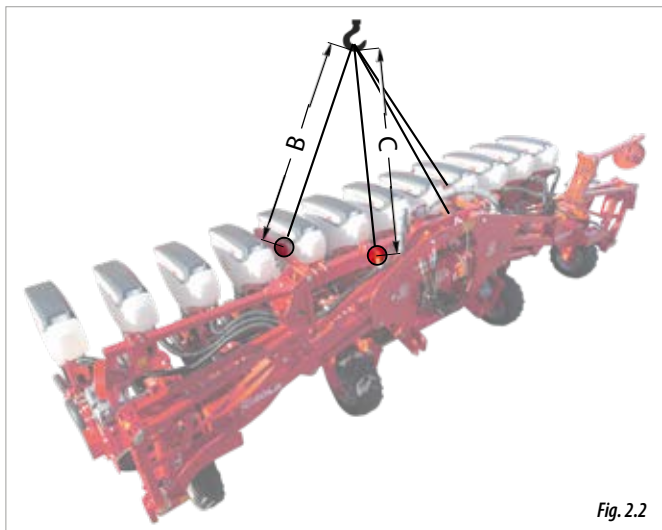

Fig. 2.2
- Versiones de máquina **PLEGABLES** (Fig. 2.2), la CARGA y DESCARGA deberá hacerse mediante 4 puntos:
- 2 puntos de enganche PRINCIPALES, ubicados en el CHASIS tripuntal (B, Fig. 2.2).
- 2 puntos de enganche SECUNDARIOS, ubicados en los pies de apoyo (C, Fig. 2.2).
**ATENCIÓN:** RESPETAR LAS DISTANCIAS: **B Y C** (2 METROS) PARA EVITAR DAÑOS EN LA MÁQUINA DURANTE EL PROCESO DE ELEVACIÓN (FIG. 2.2).